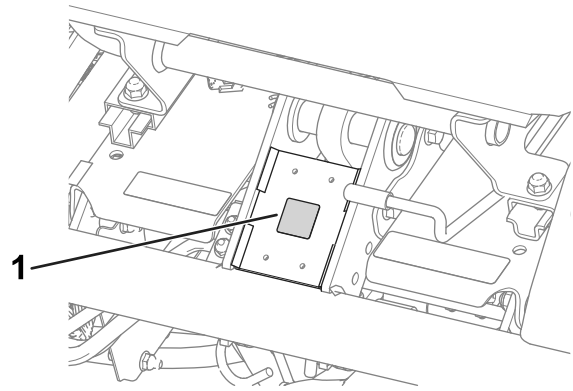

Bild 11
- Bringen Sie den CE-Kennzeichnungsaufkleber am Rahmen unter der Vorderseite des Sitzes an (Bild 11).